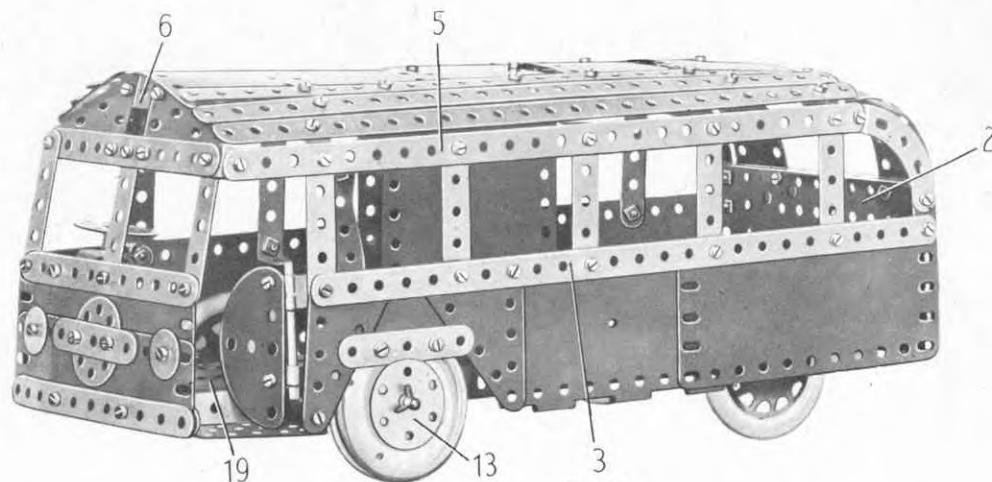

Fig. 5.8
Le côté du modèle qui apparaît sur la figure 5.8 est boulonné sur une bande de 25 trous (3). Il est formé par une plaque flexible de  $14 \times 6$  cm., une moitié de plaque à charnière, une plaque flexible triangulaire de  $6 \times 5$  cm., une de  $6 \times 4$  cm. et par une plaque flexible de  $6 \times 4$  cm. Le côté est boulonné sur la plaque à rebords (2) et il est réuni par une équerre à une bande de 11 trous (4) fixée au travers du châssis. L'autre côté du modèle est construit de façon identique, mais il est prolongé vers l'avant par deux plaques flexibles de  $6 \times 4$  cm., qui sont réunies à la carrosserie par une équerre; en outre, une bande de 25 trous et une bande de 11 trous remplacent la bande (3).